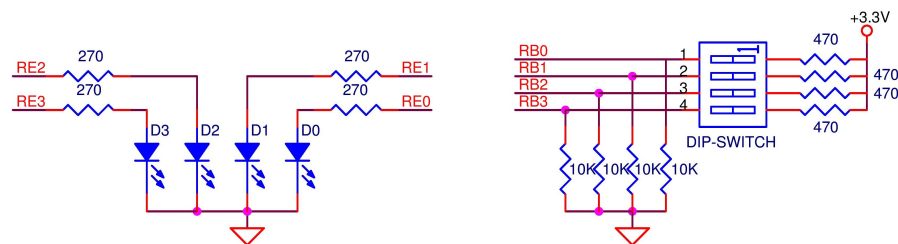

Figura 3. Ligação de 4 LED e um *dip-switch* de 4 posições a portos do PIC32
1. Escreva um programa *assembly* que comece por configurar os portos **RE0**, **RE1**, **RE2** e **RE3** como saídas e os portos **RB0**, **RB1**, **RB2** e **RB3** como entradas (esquema representado na Figura 3).